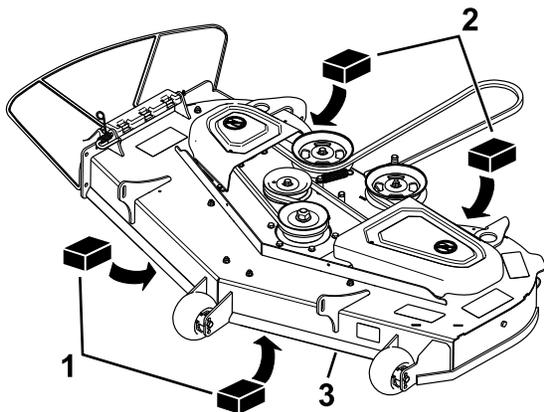

図 76
4. デッキの左右前部に角材厚さ 6.6 cm を入れる。芝削り防止ローラの下には入れないこと **図 76**。
5. 刈り込みデッキのスカートの後ろの左右のエッジ部の下にブロック厚さ 7.3 cm をそれぞれ 1 個ずつセットする **図 76**。